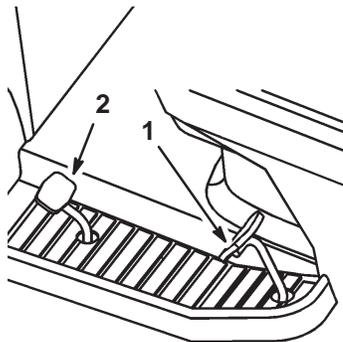

Bild 15
2. Gehen Sie mit dem Fuß auf das Fahrpedal und drücken Sie das Pedal langsam, um vorwärts zu fahren (Bild 15).
2. Stellen Sie den Fuß auf das Gaspedal zum Rückwärtsfahren und treten Sie das Pedal langsam durch, um rückwärts zu fahren (Bild 15).